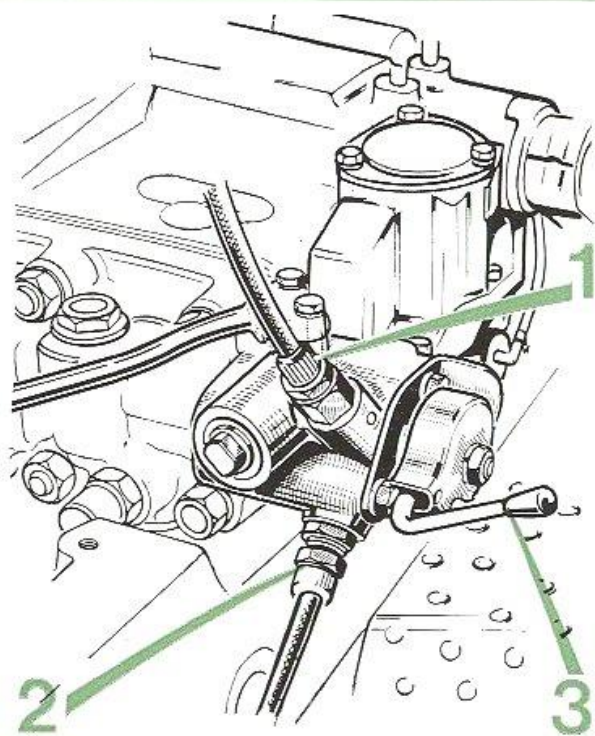

FIG. 67
b) branchement double effet (fig. 67)